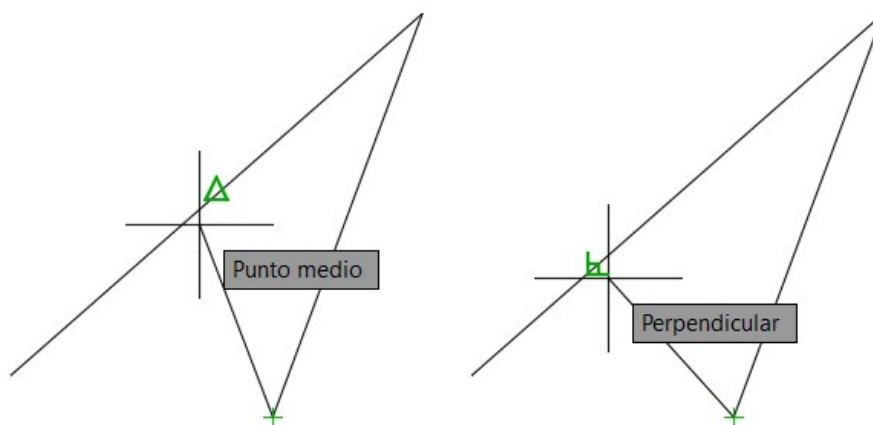

Figura 3.10. Línea desde un punto al punto medio de una línea (izquierda) y perpendicular a línea (derecha).
Permite emplear puntos dibujados con anterioridad y que tengan algunas de estas características: puntos finales y puntos medios, centros de circunferencias, intersecciones, en perpendicular a una recta, o tangente a un arco o circunferencia... como muestra la Figura 3.10.
- Se puede elegir una referencia en concreto en la lista que aparece, al hacer clic con el botón derecho del ratón, mientras se mantiene pulsada la tecla CTRL, sobre el área de dibujo (Figura 3.10).